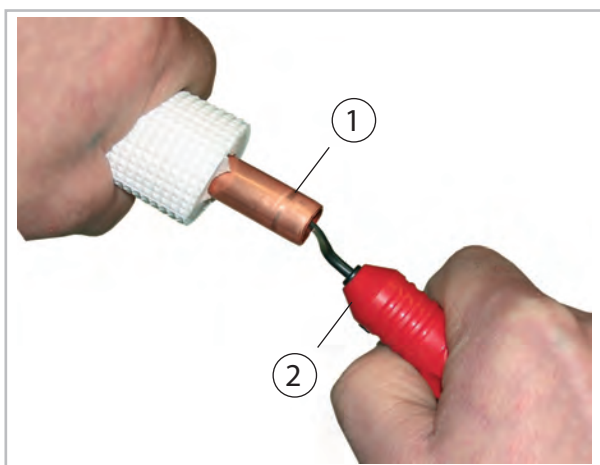
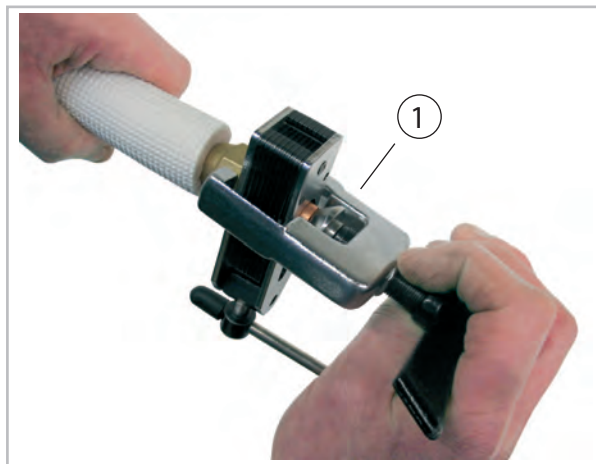

Fig. 11: Ébavurage de la conduite de frigorigène
Fig. 12: Sertissage de la conduite de frigorigène
9. ➤ Traitez les conduites de frigorigène posées comme indiqué ci-après (Voir la Fig. 11 et Voir la Fig. 12).